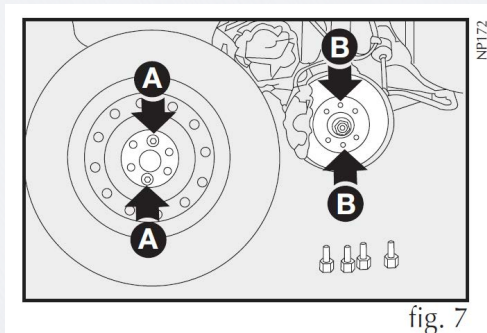

fig. 7
6) Instale la rueda de refacción, de manera que los tornillos B-fig. 7 coincidan con los orificios A-fig. 7.